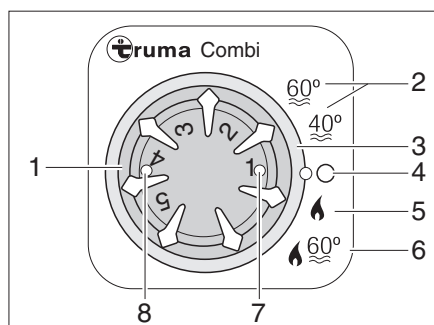

Bild 326 Kontrollenhet för värme/varmvattenberedare
- Respektive driftläge ställer man in med hjälp av vridströmställaren (Bild 326,3).
Värmesystemet väljer automatiskt rätt brännarsteg motsvarande inställd värmenivå. Vid driftstyp "värmesystem och varmvattenberedare" (Bild 326,6) värms även vattnet i varmvattenberedaren upp. Värmesystemet kan vara i drift med tom varmvattenberedare i driftstypen "värme utan varmvattenberedare" (Bild 326,5).
- Ställ temperaturvredet (Bild 326,1) på kontrollenheten till önskad värmenivå.
- Ställ vridomställaren (Bild 326,3) till vinterdrift "värme utan varmvattenberedare" (Bild 326,5) eller vinterdrift "Värme och varmvattenberedare" (Bild 326,6).
Den gröna kontrollampan (Bild 326,7) lyser.
- Ställ vridströmställaren (Bild 326,3) i läge "O" (Bild 326,4).